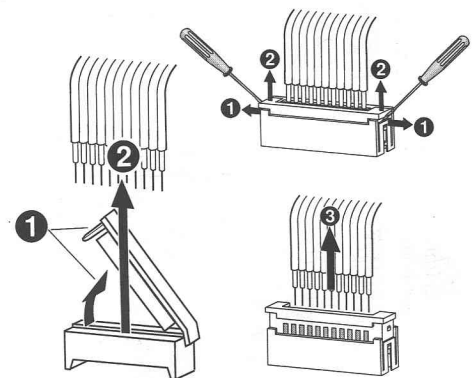
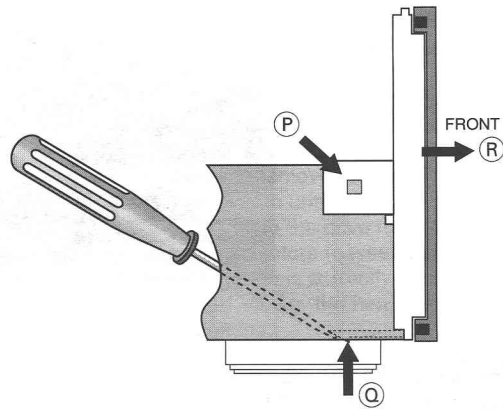

Fig. 5
Fig. 7
- Steckverbindungen vom Laufwerk zu den Leiterplatten abziehen (Fig. 5).
- Disconnect the connectors (Fig. 5) from the drive mechanism to the PCBs.
- Laschen (P) links und rechts der Frontblende sowie 2 Haltezapfen (Q) am Gehäuseboden ausrasten (Fig. 7).
- Frontblende vorsichtig nach vorne abziehen (R).
- Bei Bedarf Steckverbindungen P102 und P413 von den Leiterplatten lösen (Fig. 5).
- Disengage the lugs (P) on the left and right of the front panel and 2 prongs (Q) on the bottom of the cabinet (Fig. 7).
- Pull the front panel carefully towards the front (R).
- If necessary, disconnect the connectors P102 and P413 from the printed circuit boards (Fig. 5).